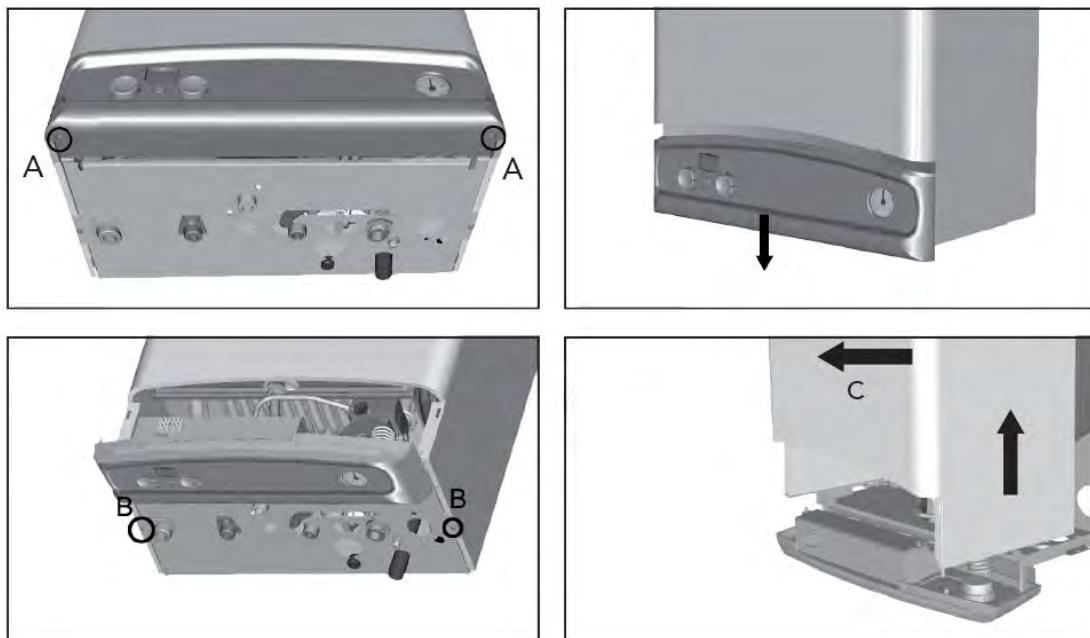

рис. 16 - Демонтаж кожуха
1. Отвинтите оба винта "A" (см. рис. 16).
2. Опустите панель управления (см. рис. 16).
4. Полностью отвинтите оба винта B (см. рис. 16).